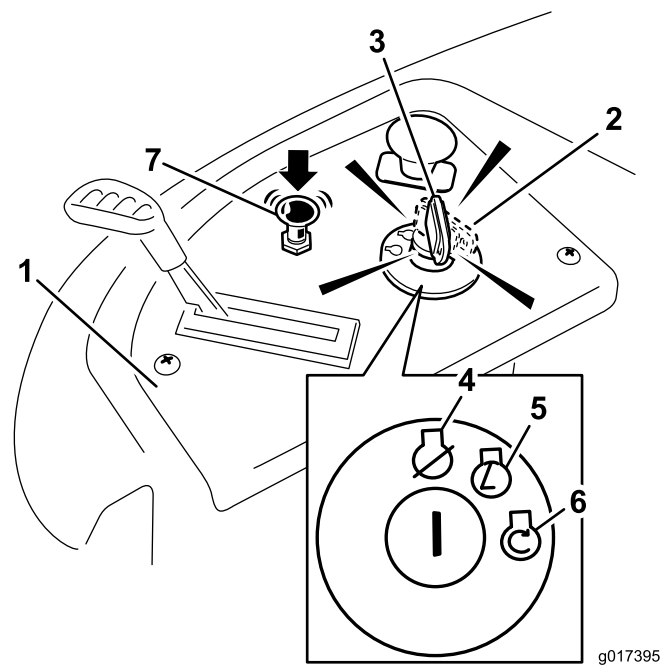

Bild 14
4. Drehen Sie den Zündschlüssel auf Start, um den Anlasser zu aktivieren. Lassen Sie den Schlüssel los, wenn der Motor anspringt (Bild 14).
5. Schieben Sie nach dem Anspringen des Motors den Chokehebel langsam rein (Bild 14). Wenn der Motor unregelmäßig läuft oder aussetzt, ziehen Sie den Choke heraus und lassen Sie den Motor für ein paar Sekunden laufen. Drücken Sie den Choke dann rein. Wiederholen Sie diesen Vorgang nach Bedarf.
3. Stellen Sie den Zündschlüssel auf Aus“ (Bild 14) und ziehen Sie ihn ab.